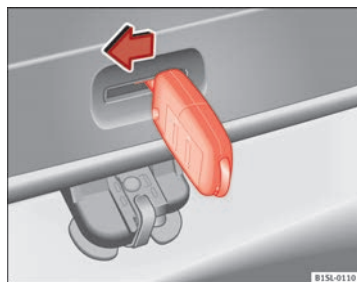

Fig. 130 A partir do porta-bagagens; Destrancagem de emergência da porta do porta-bagagens.
- Introduza o palhetão da chave na ranhura da porta do porta-bagagens ⇒ Fig. 130 e empurre a alavanca de desbloqueio no sentido da seta para desbloquear o porta-bagagens. ■